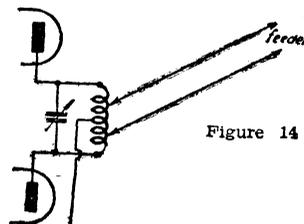

Figure 14
b) branchement feeder double, voir fig. 14.